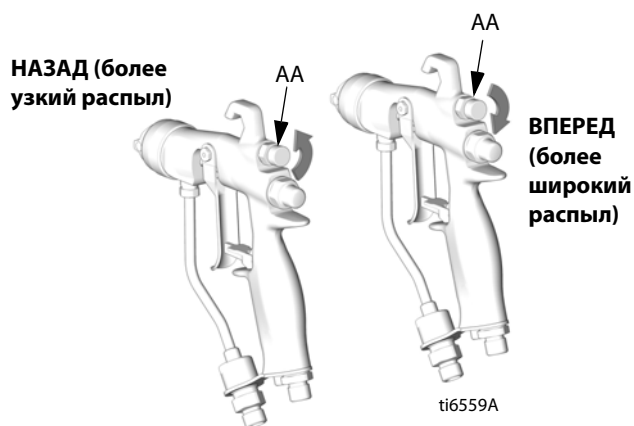

Рис. 4. Ручка регулирования подачи воздуха для формирования распыла
- См. Рис. 4. Закройте подаваемый для регулировки формы распыла воздух, повернув ручку (AA) по часовой стрелке (вперед) до упора. В результате в пистолете будет установлен самый широкий распыл.
- См. Рис. 4. Для сужения формы распыла следует повернуть ручку регулятора (AA) против часовой стрелки (назад). Если факел распыла все еще недостаточно узок, немного увеличьте давление воздуха в пистолете или воспользуйтесь наконечником другого размера.